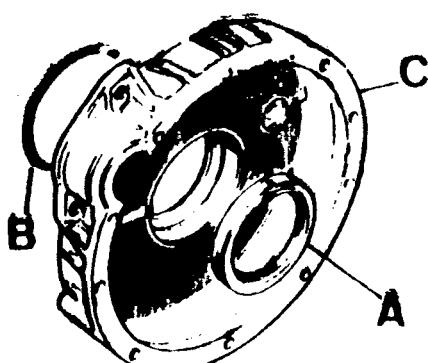
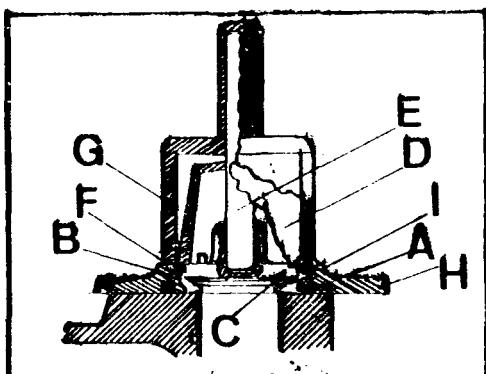

Fig. A3-83 Retén trasero del cigüeñal y anillo tórico
Fig. A3-84 Montaje del retén trasero del cigüeñal
- 1.5. Desmontar el retén, A (Fig. A3-83) y el anillo tórico, B.
- 2.2. Instalar el anillo tórico, B (Fig. A3-83) sobre la canal de la cara de apoyo del cárter del volante, C, aplicando a éste una capa de grasa con base de litio ripo fluida y asegurarse de que dicho anillo sobresale del plano de la cara de apoyo del cárter (ver detalle, A Fig. A3-84).
- 2.4. Limpiar perfectamente el alojamiento del retén trasero, B (Fig. A3-84) y el muñón del cigüeñal, C.
- 2.5. Situar el mandril, 193651, D (Fig. A3-84) sobre el muñón del cigüeñal, C -- (Fig. A3-84) y asegurar su posición introduciendo la guía del útil, 193669, E (Fig. A3-84) en el casquillo del cigüeñal. Aplicar una capa de MOLYKOTE-A al 25% en aceite SAE-20, sobre la superficie de roce del muñón, C, con el retén y sobre el diámetro exterior del mandril, D (Fig. A3-84).
- 2.6. Introducir sobre el mandril un retén nuevo, ref. UKC 0467, F (Fig. A3-84), el cual habrá estado dos horas sumergido en aceite SAE-20. Instalar sobre la -- guía, E, el introductor, G, 193669, y empujar con éste al retén, hasta que -- inicie su entrada en el cárter, H.
- 2.7. Empleando una maza de plástico, se botará el Introductor hasta que la cara posterior del retén quede al ras con la cara I del cárter (Fig. A3-84). En el transcurso de esta operación, se observará que el retén entra perpendicular y que no sufre ningún deterioro.
NOTA: SI el muñón del cigüeñal, C (Fig. A3-84) presentara algún desgaste, - se desplazará el retén hacia adentro, hasta conseguir que el labio de obturación de éste, no haga contacto con dicho desgaste.